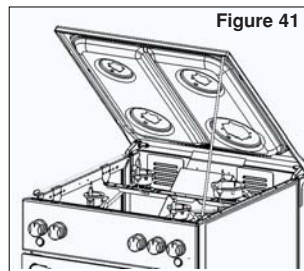

Figure 41
3. Après avoir soulevé suffisamment le plan de cuisson, mettez la tige de support en place (Figure 41).